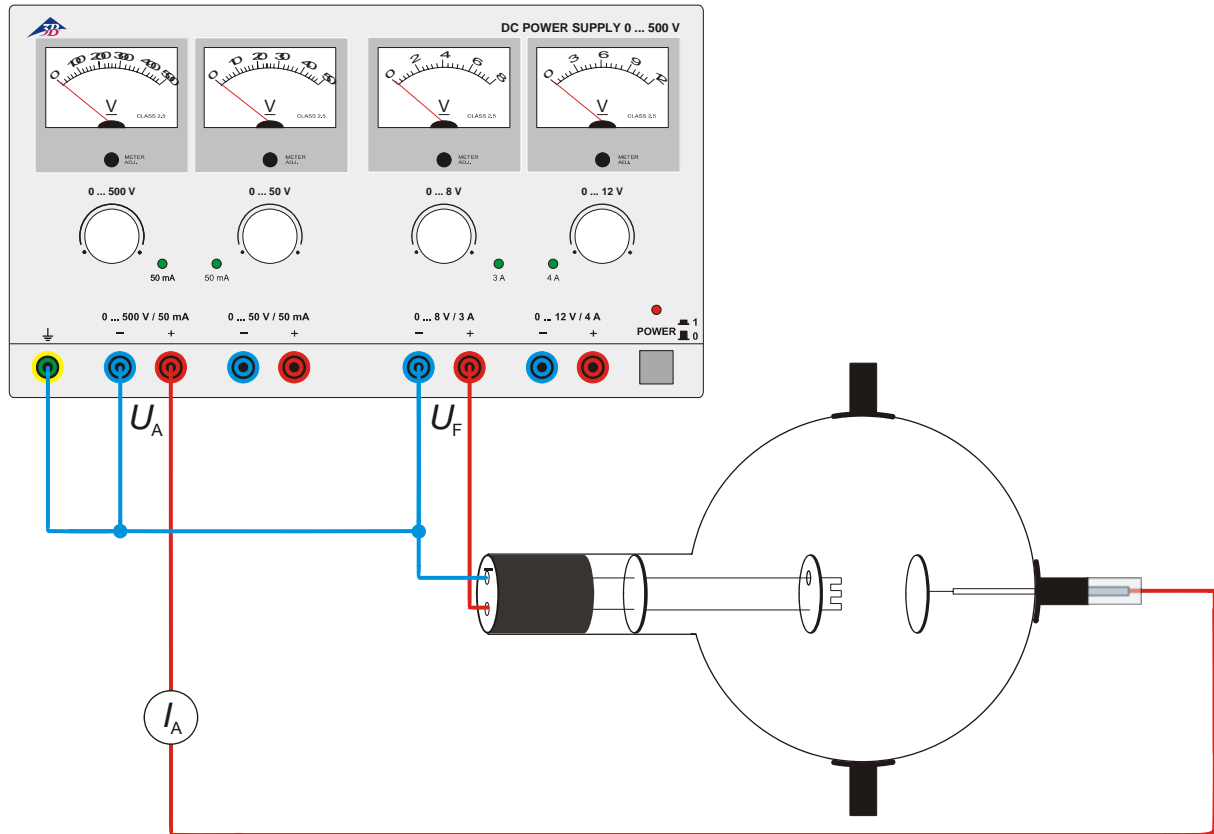

Fig. 1 Relation entre le courant anodique et la tension de chauffage et démonstration du courant anodique à l'aide d'un instrument de mesure
- Procédez au câblage comme le montre la figure 1. Branchez le pôle négatif de la tension anodique à la prise de 4 mm marquée du signe « moins » sur le col du tube.